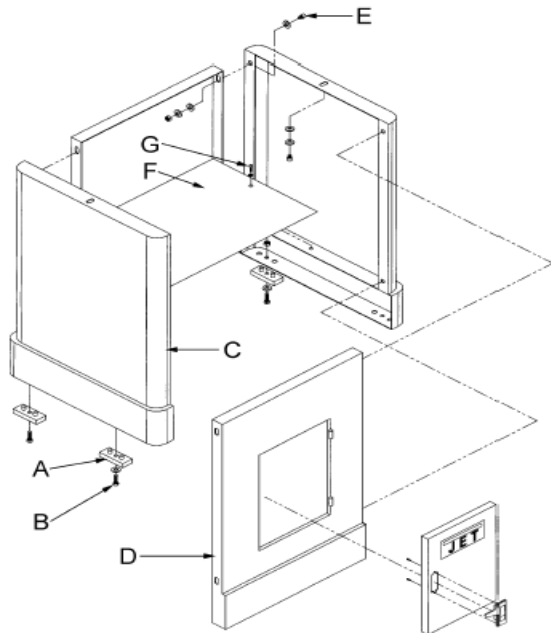

Fig 1
Montieren Sie die vier Gummifüße (A, Fig.1) auf die Untersatzseitenteile mittels der gemeinsam verpackten 4 Schrauben, 4 Scheiben und 4 Sechskantmuttern.
Verbinden Sie die Seitenteile (C, Fig 1) mit dem Frontblech (D) mittels 4 Sechskantschrauben, 8 Scheiben, 4 Federscheiben und 4 Sechskantmuttern (E).